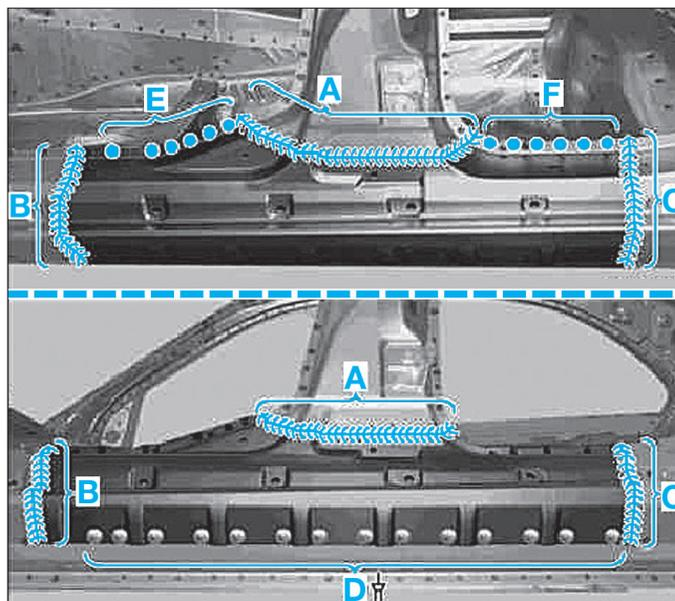

FIG. 78
- Percer des trous Ø 6,5mm dans la zone (D) (Fig.78) afin d'assembler par rivet le bas de caisse sur la caisse.
- Retirer le bas de caisse et ébarber les trous zone (D).
- Riveter le bas de caisse zone (D) avec des rivets à tête plates Ø6,4 * 14 mm.
- Souder à la pointeuse électrique par résistance par points les points dans les zones (E) et (F).
- Souder en cordon continu sous protection gazeuse le bas de caisse zones (A), (B) et (C).